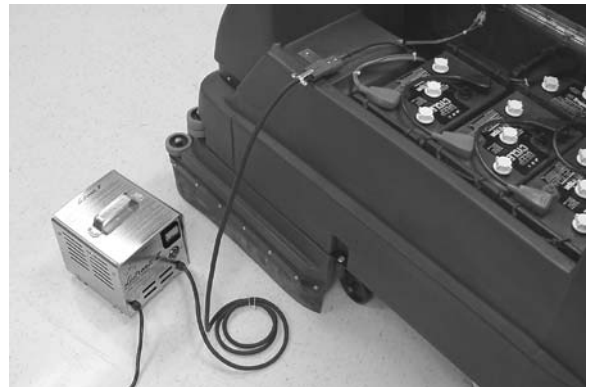

FIG. 30
4. Branchez la fiche de sortie CC du chargeur sur la prise des batteries située près du compartiment des batteries (Figure 30).